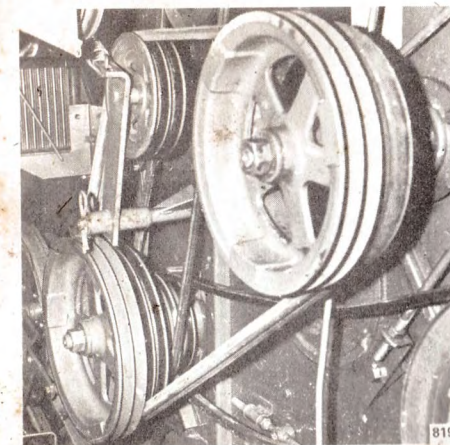

Fig. 46.
4. Monter den ønskede remskivekombination ifølge tabellen. Remskiverne skal monteres så remmene altid løber i sporene længst ind mod mejetærskeren. Fig. 46.